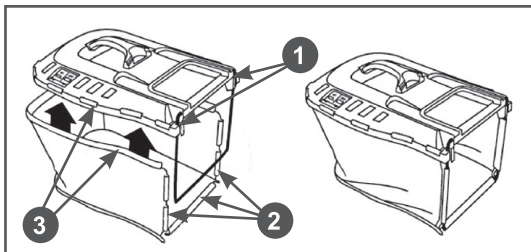

Рис. 6 Сборка травосборника
- Установите металлическую скобу травосборника 1 как показано на (Рис. 6).
- Соедините нижнюю и верхнюю часть травосборника при помощи специальных защелок 3 (Рис. 6).